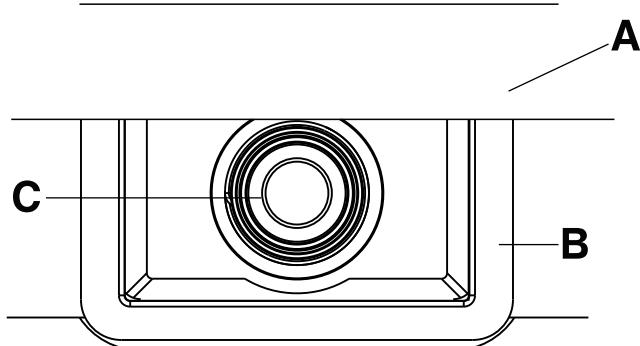
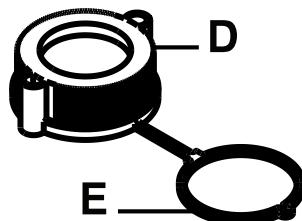

Fig. 8-7: Lufttilslutningsboks og ventilhus
Fig. 8-8: Hætte og fastgøringsring
2. Tag fat i ventilhuset (C), og træk udad, så lufttilslutningsboksen (B) rækker uden for madrassens betæk (A) (Fig. 8-7 på side 8-22).
3. Skub fastgøringsringen (E) (Fig. 8-8 på side 8-22) over ventilhuset (C) (Fig. 8-7 på side 8-22). Drej fastgøringsringen (E) med uret, indtil den er kommet forbi gevindene på ventilhuset (C).
4. Kontrollér, at hætten (D) (Fig. 8-8 på side 8-22) bliver skruet på ventilhuset (C) (Fig. 8-7 på side 8-22).
5. Skub lufttilslutningsboksen (B) ind i madrassen igen.